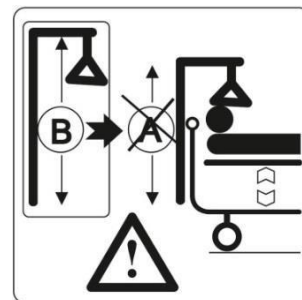

Fig. 19.2
**i** For å unngå forvirring er søsterhjelp for senger med fast hodegavl merket med et piktogram (se Fig. 19.2).